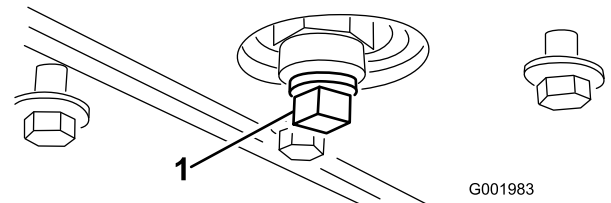

Figure 47
5. Enlevez le bouchon de vidange (Figure 47).